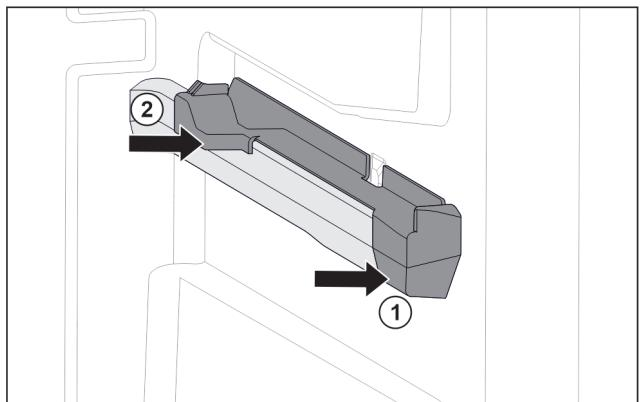

Fig. 62 Вставная часть на правом контейнерном ребре
- Наденьте вставную часть спереди на контейнерное ребро. Fig. 62 (1)
- Нажмите на вставную часть сзади. Fig. 62 (2)